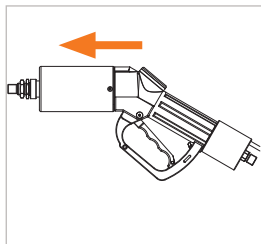

Figure 11
- ▶ Insérez le nozzle de ravitaillement dans le réceptacle du véhicule jusqu'en butée et maintenez le nozzle dans cette position (position OFF) (Figure 11).